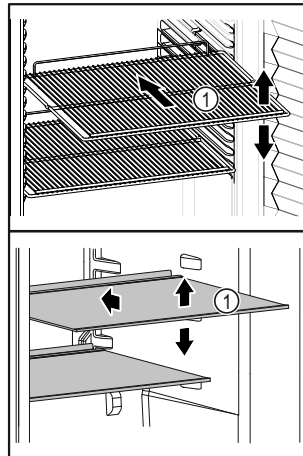

Fig. 63 Примерное изображение
- ❑ Если полки для хранения Fig. 63 (1) можно переставлять, отрегулируйте высоту их установки.